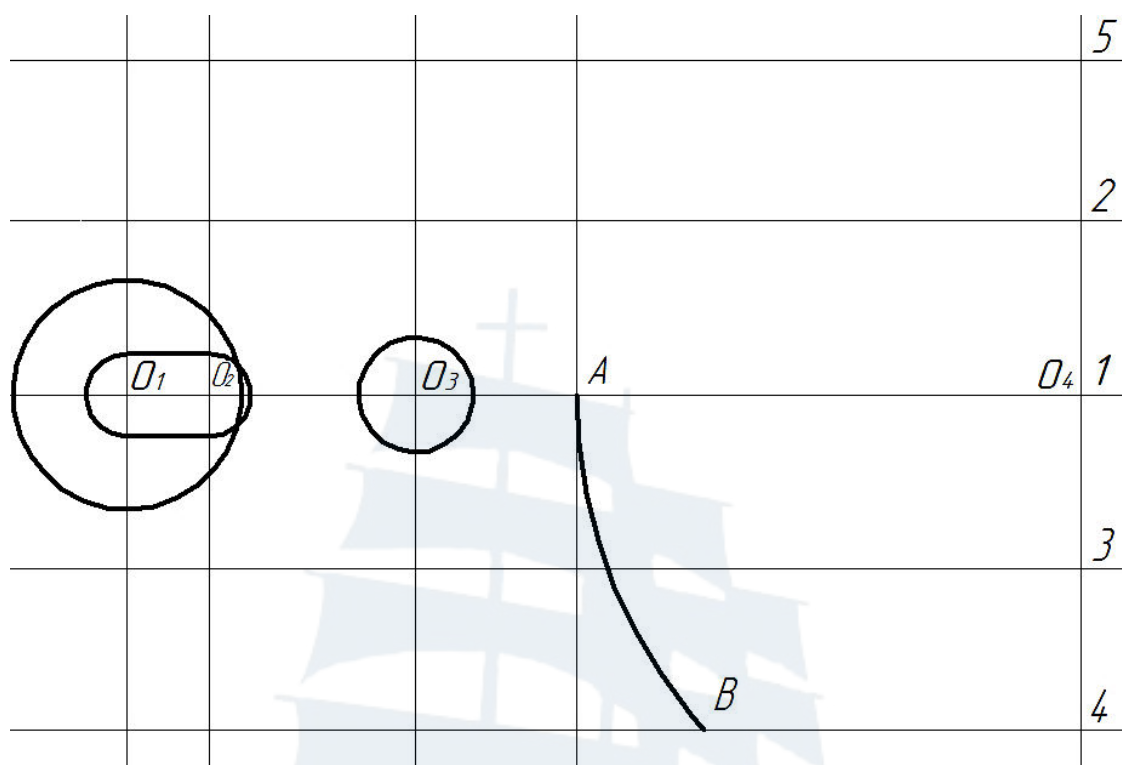

Рис. 124
10. Построить дугу радиусом **110** мм из центра **O₄** (рис. 124).